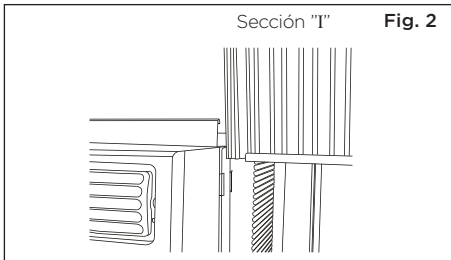

Fig. 2
B. Deslice la sección "I" del lado libre del panel directamente entre el gabinete como se muestra en Fig. 2. Deslice el panel abajo. Asegúrese de dejar suficiente espacio para deslizar el parte superior y inferior del marco entre el carril del gabinete.